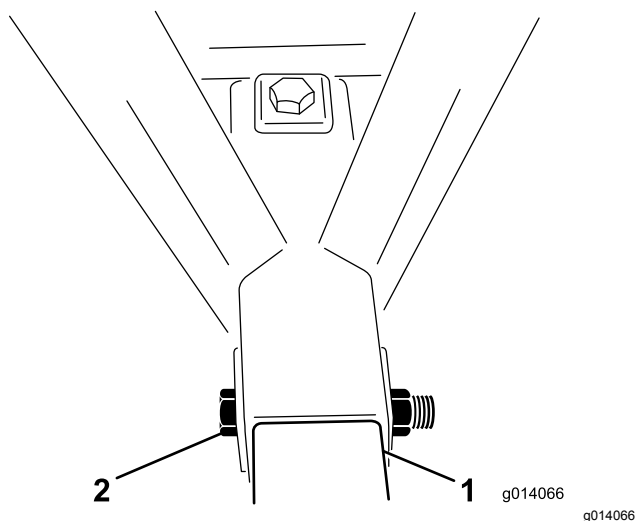

Рисунок 4
5. Проденьте болт (1 x 6½ дюйма) через раму и трубу сцепного устройства и закрепите его контргайкой (Рисунок 4). Затяните контргайку с моментом 976–1193 Н·м.
6. Установите болт (1 x 6½ дюйма) через верхнюю часть рамы и вниз через трубу сцепного устройства, закрепите контргайкой (Рисунок 4). Затяните контргайку с моментом 976–1193 Н·м.